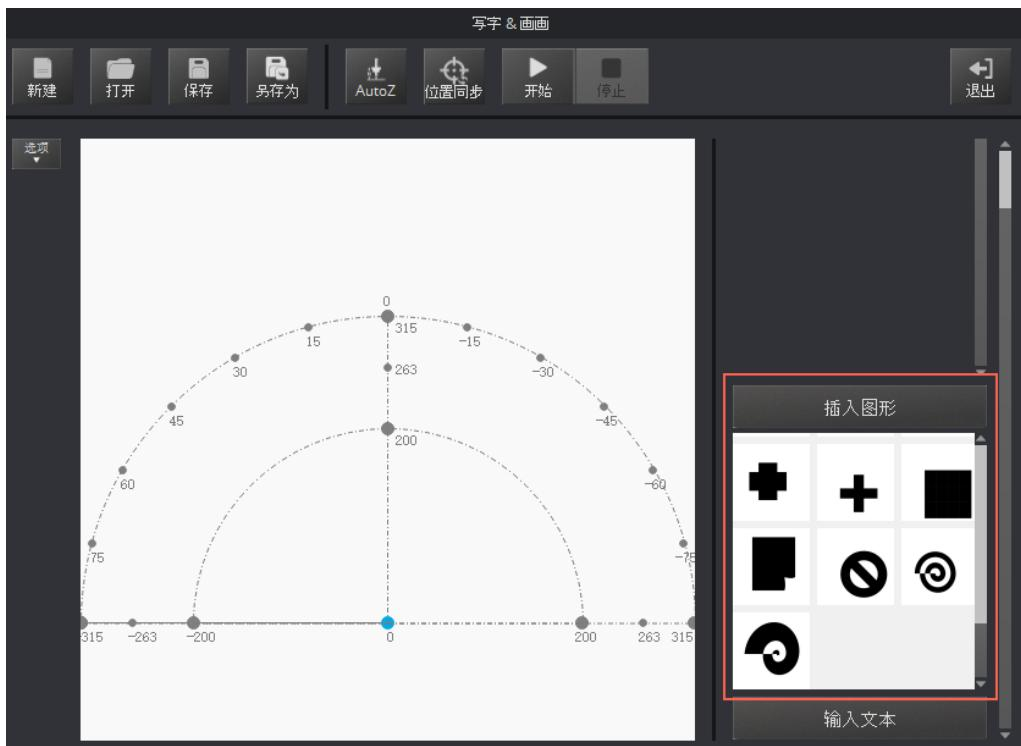

图 5.47 插入系统自带的图形文件
- 在“写字 & 画画”页面右下方的“插入图形”单击选择系统自带的图形文件。如图 5.47所示。